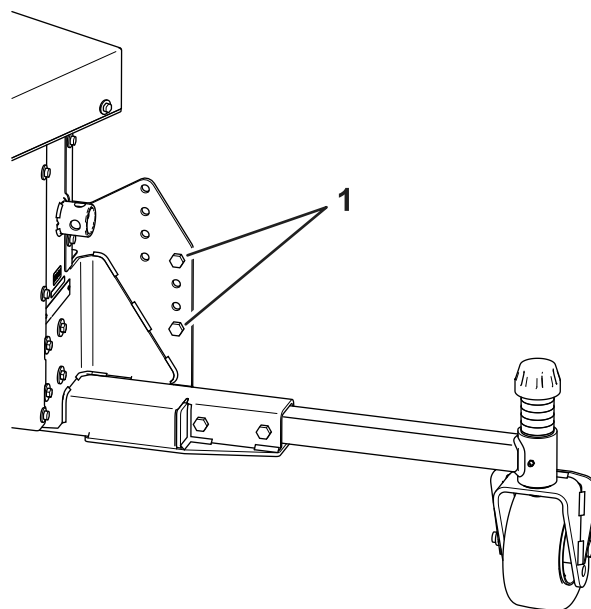

図 9
- 14. クレートを脇にずらし、ストラップで吊った状態でキャストホイールとジャッキスタンドが床面に接触するまでブローアを下降させる図 9。